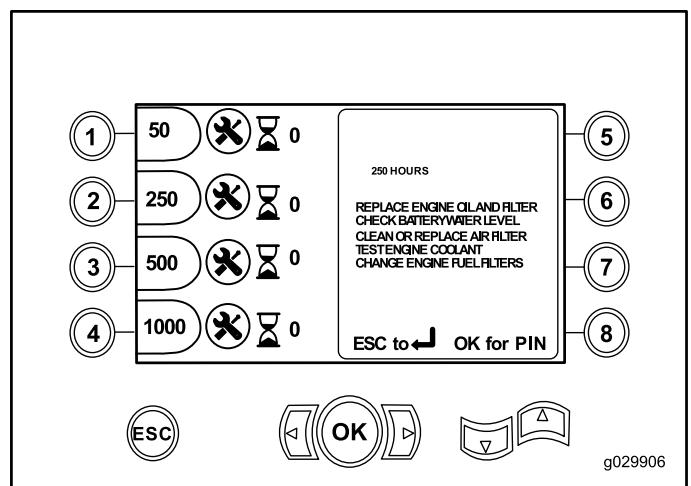

Figura 13
- Botón 2 – 250 horas (Figura 13)